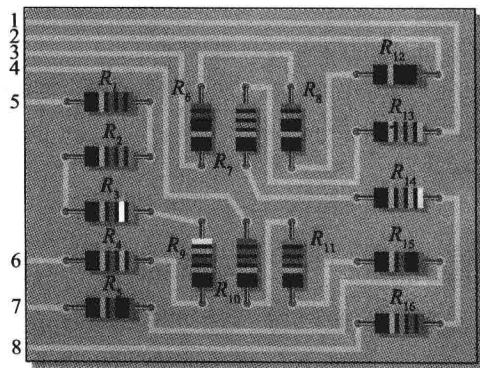

图 4-66 习题 2~习题 4、习题 11 和习题 12 图
2. 确定图 4-66 中哪些电阻串联，说明如何连接引脚使所有电阻串联。
3. 确定图 4-66 所示电路板中引脚 1 和引脚 8 之间的电阻。其中，电阻 R_1 的色环颜色分别为红、红、棕、金；电阻 R_2 的色环颜色分别为橙、橙、棕、金；电阻 R_3 的色环颜色分别为橙、橙、棕、金；电阻 R_4 的色环颜色分别为绿、黄、棕、金；电阻 R_5 的色环颜色分别为棕、黑、红、金；电阻 R_6 的色环颜色分别为红、红、黑、金；电阻 R_7 的色环颜色分别为橙、橙、橙、金；电阻 R_8 的色环颜色分别为棕、灰、黑、金；电阻 R_9 的色环颜色分别为黄、紫、棕、金；电阻 R_{10} 的色环颜色分别为红、红、红、金；电阻 R_{11} 的色环颜色分别为灰、红、红、金；电阻 R_{12} 的色环颜色分别为棕、黑、黑、金；电阻 R_{13} 的色环颜色分别为蓝、棕、橙、金；电阻 R_{14} 的色环颜色分别为黄、紫、棕、金；电阻 R_{15} 的色环颜色分别为棕、黑、红、金；电阻 R_{16} 的色环颜色分别为红、红、橙、金；
4. 确定图 4-66 所示电路板中引脚 2 和引脚 3 之间的电阻。
11. 试确定图 4-66 所示的 PC 板上下列每组引脚之间的电阻。
12. 如果图 4-66 中所有电阻器都串联起来，试问总电阻为多少?